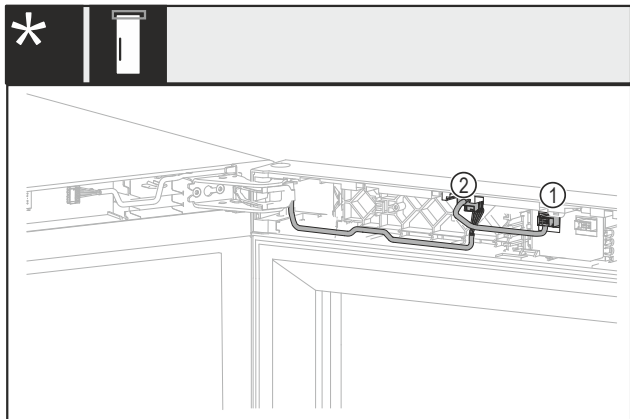

Fig. 18 Bez zamka lub z zamkiem mechanicznym\*
- ▶ Wyciągnąć wtyczkę Fig. 18 (1)\*
- ▶ Wyciągnąć wtyczkę Fig. 18 (2)\*